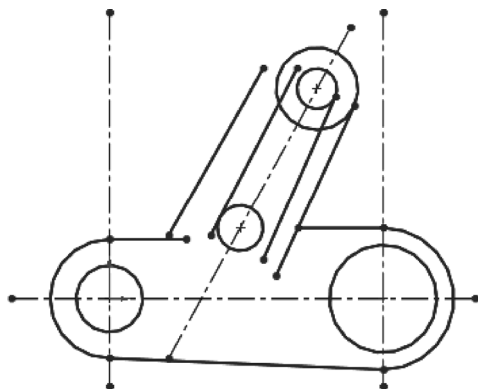

图 2-28 绘制直线
⑥ 单击“草图”快速访问中的“直线”按钮，弹出“插入线条”属性管理器，绘制直线，如图 2-28 所示。